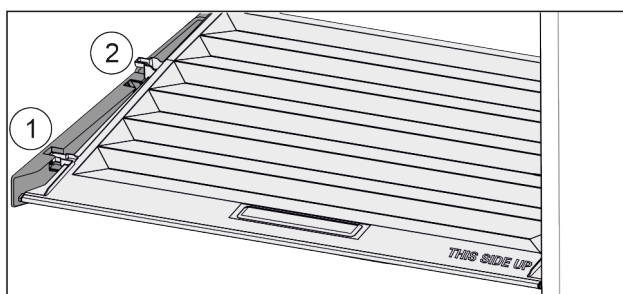

Fig. 134
- ▶ Pokrywę pociągnąć do przodu Fig. 134 (1), aż otworzy się w elementach trzymających.
- ▶ Podnieść tył od dołu i w wyjąć Fig. 134 (2) go do góry.